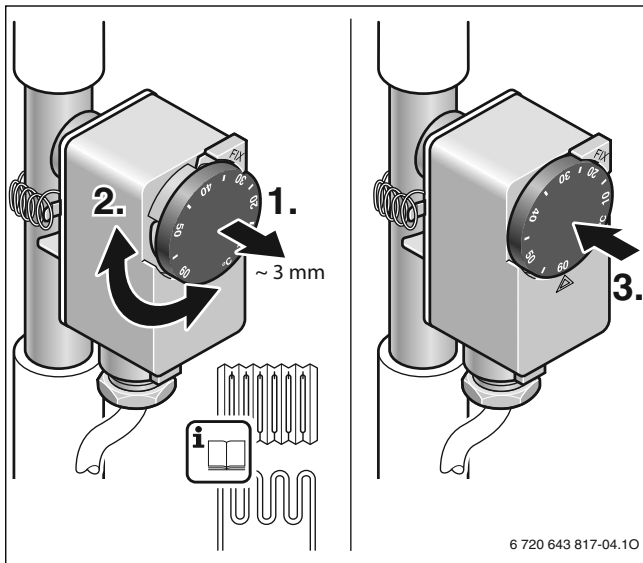

Fig. 18 Réglage de la température
- Régler la température d'arrêt du thermostat selon la détermination et la compatibilité de l'installation de chauffage (→ fig. 18). Veiller à ce que la température soit adaptée au revêtement du sol (plage de réglage : 10... 60 °C).